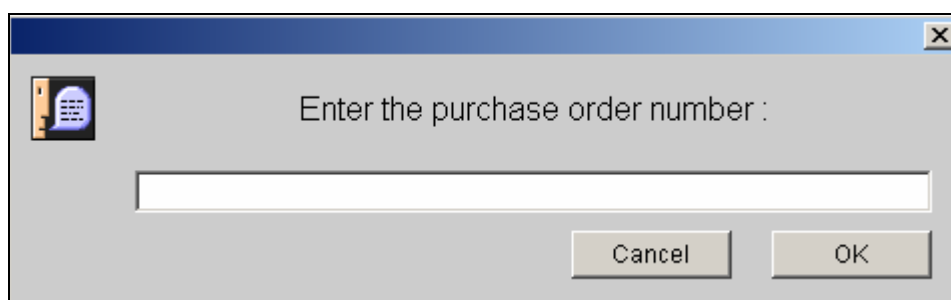

Рис. 5: Введите номер заказ-наряда
**№ заказа:** при щелчке в этой зоне открывается диалоговое окно. Введите или измените номер заказа и подтвердите (рис. 5).